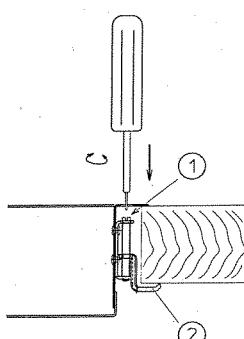

Fig. 5
7. Svitare le viti di serraggio **1** delle leve di bloccaggio **2** a seconda dello spessore del piano di lavoro (fig 5). Nota: badare al senso di rotazione; per aprire girare verso destra ! Poggiare le leve sull'alloggiamento. Inserire l'apparecchio con la dicitura 'Gaggenau' davanti ed allinearla.
8. Girare le leve di bloccaggio **2** verso sinistra ed infilarle sotto il piano di lavoro. Stringere uniformemente le viti di serraggio **1** (fig. 5).